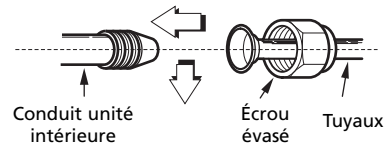
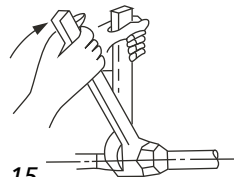

Fig. 14
Fig. 15
- Serrer l'écrou évasé d'abord à la main puis à l'aide d'un tendeur et d'une clé dynamométrique comme illustré (voir fig. 14 et fig. 15).